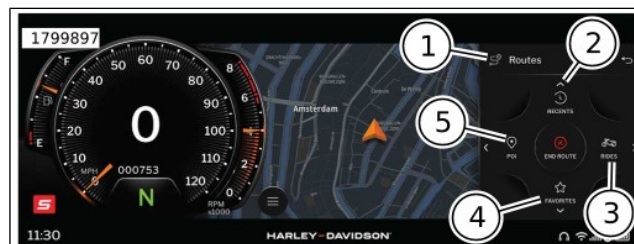

Abbildung 82. Zielloptionen
3. Siehe Abbildung 82. Das Textfeld (1), die Suche (2) oder die Sonderzielvorschläge (3) verwenden, um ein Ziel auszuwählen.